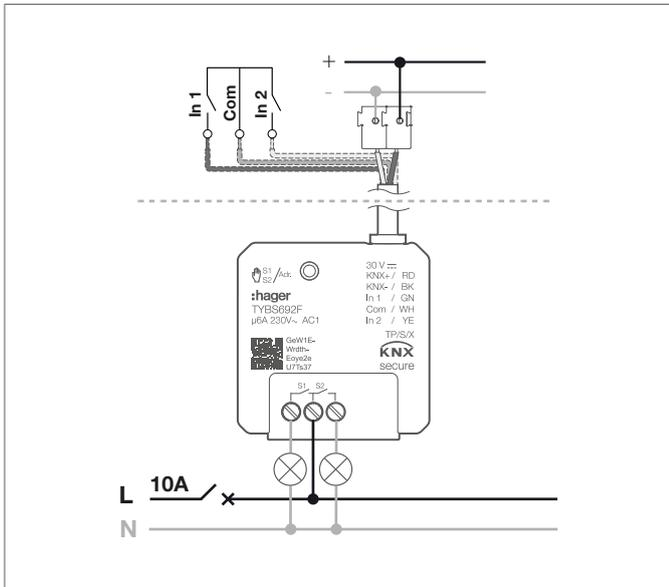

Fig. 3 : Schéma de raccordement de la charge lampe TYBS692F
- Raccorder l'appareil conformément au schéma de raccordement ((Fig. 3: Schéma de raccordement de la charge lampe TYBS692F)).